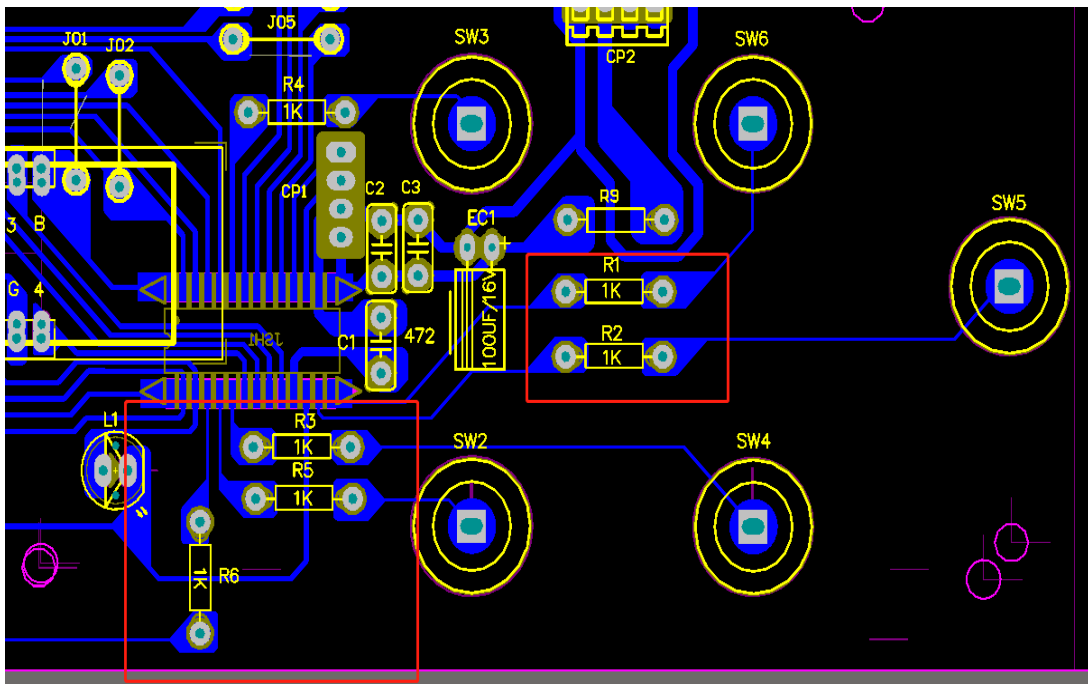

图 10
3) 匹配电阻推荐 1K~3K，尽量靠近触控芯片管脚输出端放置。正确的匹配电阻摆放位置见下图 10